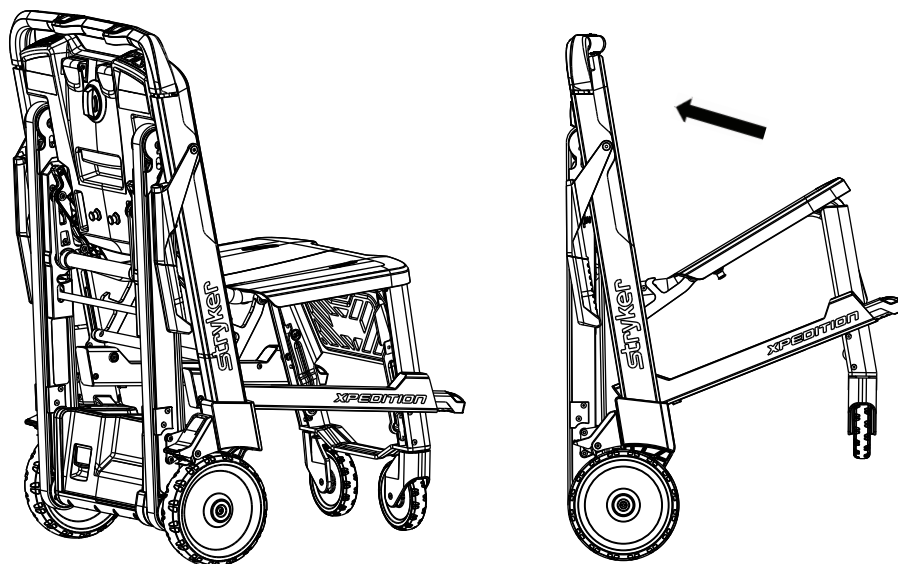

Figura 9 – Plierea scaunului
3. Rabatați scaunul până la spătar (Figura 9).